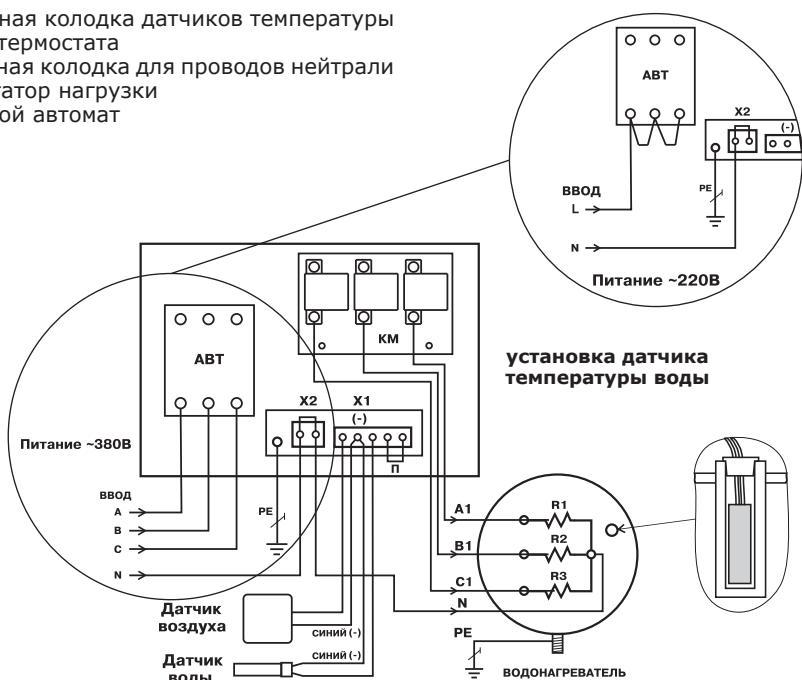

Рис.2 Схема подключения панели управления
5.2. Эксплуатация панели управления должна осуществляться только при условии ее подключения в соответствии со схемой подключений (Рис.2).
6.3. Подключить панель к питающей сети кабелем соответствующего сечения исходя из номинальной мощности электроводонагревателя или ТЭНБ согласно схеме подключений Рис.2 настоящего паспорта. Если используется одножильный медный провод, то необходимо тщательно зачистить и облудить присоединяемые концы. При использовании многожильного кабеля его концы необходимо тщательно зачистить и обжать контактным наконечником.
6.4. При подключении панели управления к однофазной сети переменного тока необходимо соединить вместе клеммы А, В, С вводного автомата и подключить их к фазному проводу питающей сети. Нулевой провод питающей сети подключается согласно схеме Рис.2.
Для этого необходимо извлечь защитную пробку из отверстия, поместить в него датчик до упора и зафиксировать его пробкой, входящей в комплект датчика, (см.Рис.2). Датчик температуры воздуха необходимо установить в помещении на высоте 1,4-1,5 м от пола, исключив прямое воздействие на него потоков воздуха от нагревательных приборов, вентиляторов, солнечных лучей и т.д.. Нагрев корпусов датчиков при монтаже не должен превышать их максимальную рабочую температуру. Подключить датчики к монтажной колодке X1 в соответствии со схемой Рис.2, обращая особое внимание на полярность датчиков. Провода датчиков синего цвета, помеченные знаком (-) подключаются на клемму колодки X1 помеченную знаком (-) Рис.2. Датчики подключаются медными проводами сечением 0,5-0,75 кв.мм необходимой длины. При длине провода более 10 метров желательно использовать провода свитые в пары (не более 50 метров).
6.6 В пульте имеется возможность подключение внешнего термостата. Подключить внешний термостат к монтажной колодке X1 вместо перемычки (П) Рис.2.
Внимание! В случае отсутствия перемычки (П) или внешнего термостата, подключенного вместо перемычки к колодке X1 (Рис.2) устройство будет отключено.
6.7. Подключить панель к электроводонагревателю или твердотопливному котлу с установленным ТЭНБ согласно схеме подключений Рис.2 кабелем соответствующего сечения исходя из номинальной мощности электроводонагревателя или комплекта ТЭНБ.
6.8. Выполнить заземление (защитное зануление) корпуса панели в соответствии со схемой подключений Рис.2.